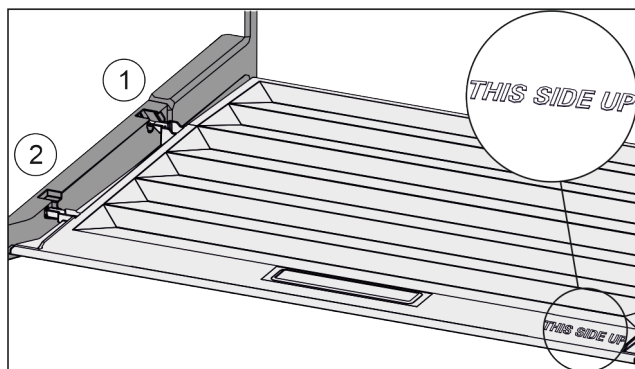

Fig. 150
- Dekselranden via de opening van de achterste houder Fig. 150 (1) aanbrengen en van voren in de houder Fig. 150 (2) klikken.